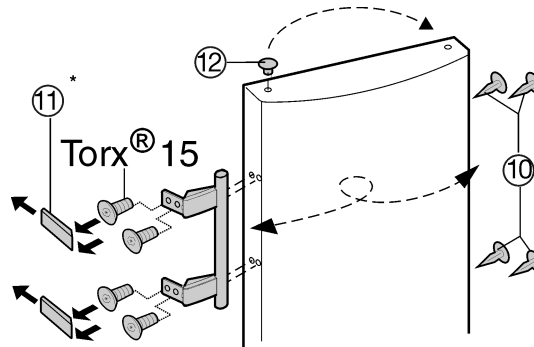

Fig. 6
- Løft proppen Fig. 6 (12) ud af dørlejets bøsning og flyt den.
- Dørhåndtag, prop Fig. 6 (10) og trykplader Fig. 6 (11) afmonteres og flyttes til den modsatte side.